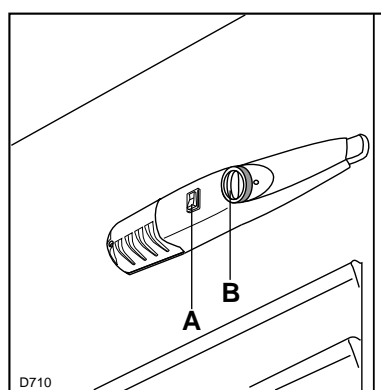

Fig. 9a
Avec une température ambiante inférieure à +14°C l'interrupteur (A) (voir Fig. 9a) doit être pressé (le voyant incorporé s'allume).